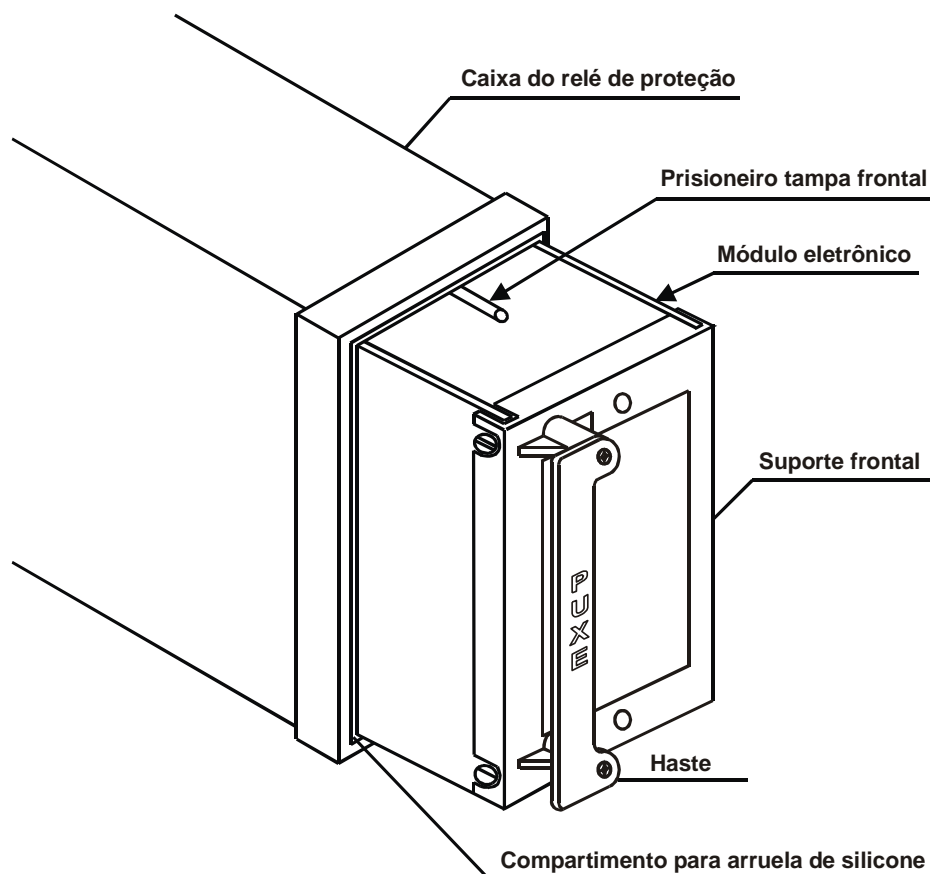
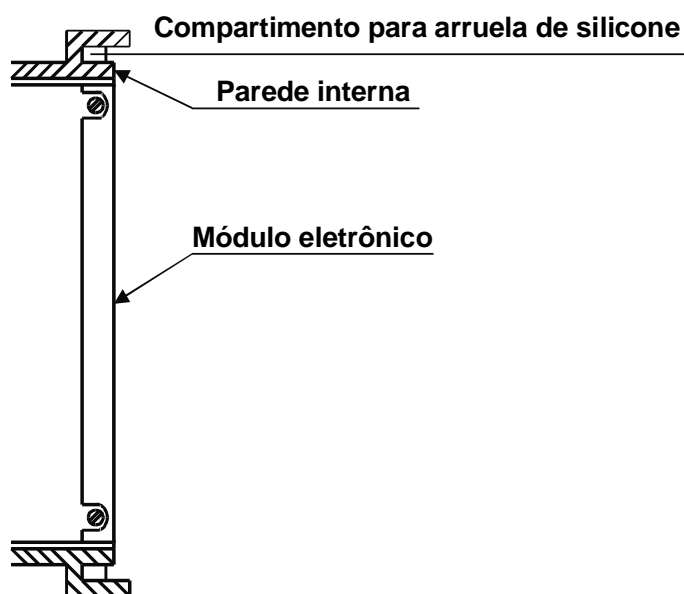

Figura 25.4: Inserção do módulo eletrônico.
Figura 25.5: Vista em corte do encaixe do relé.
- a) Posicionar o módulo eletrônico (figura 25.4) na caixa do relé. Utilize haste (figura 25.5) para encaixar as placas de circuito impresso do módulo eletrônico nas guias internas da caixa.
- b) Aplicar pressão nas laterais da haste (figura 25.4) até que o suporte encaixe totalmente na caixa do relé, ou seja, o módulo precisa ficar totalmente alinhado com a parede interna do compartimento para arruela de silicone (figura 25.5). Aplicar pressão considerável para um encaixe uniforme e seguro. O sistema de conexão é extremamente robusto e suporta o mecanismo de inserção do relé.